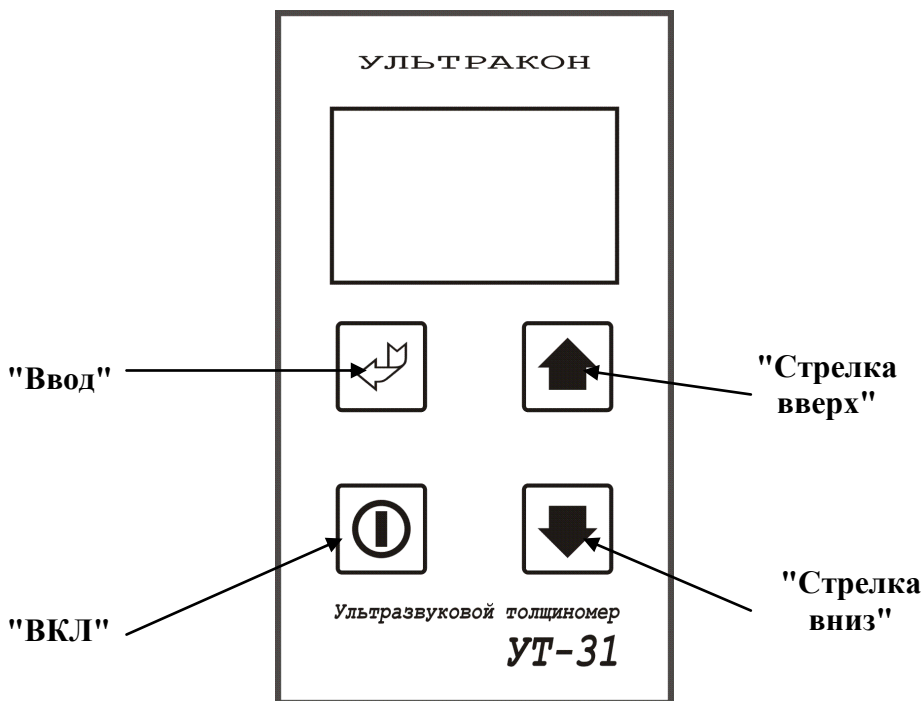

Рисунок 1 – Внешний вид передней панели толщиномера УТ-31
4.4 Конструкция толщиномера включает в свой состав электронный блок и набор ПЭП, которые подключаются к электронному блоку через соответствующие разъемы. В верхнюю часть корпуса электронного блока толщиномера вмонтирована пластина для проведения процедуры компенсации времени распространения УЗК в ПЭП (далее по тексту - вмонтированная пластина). Органы управления толщиномера расположены на передней панели (см. рисунок 1), на которой также расположен графический индикатор. В нижней части корпуса прибора под